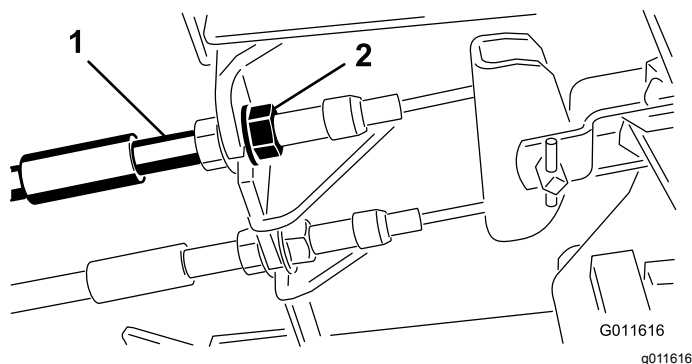

Figura 64
1. Para reducir la holgura de los pedales de freno, apriete los frenos aflojando la tuerca delantera del extremo roscado del cable de freno (Figura 64).